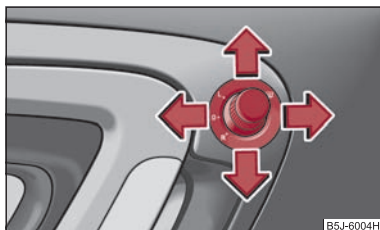

Fig. 49 Contre-porte: Bouton rotatif
- Faites tourner le bouton sur la position ⇒ fig. 49.